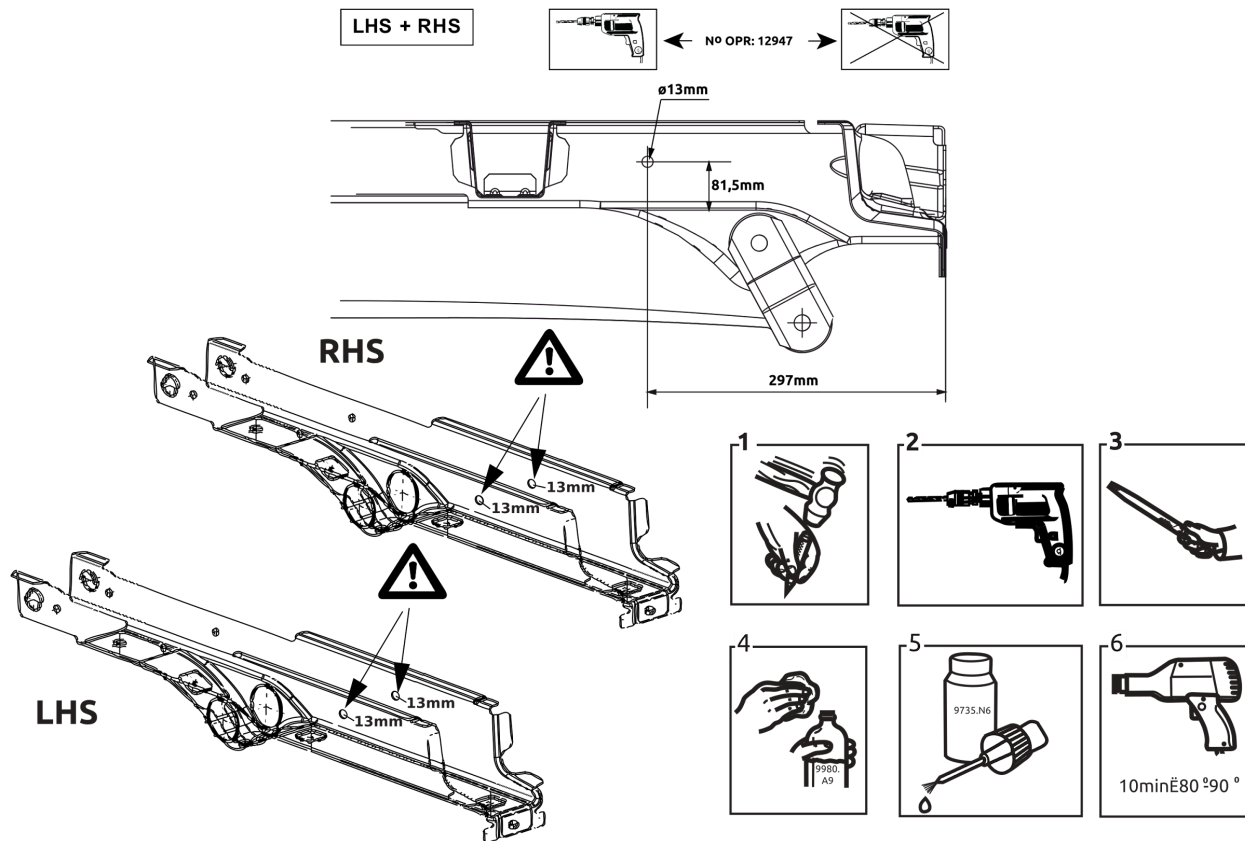

Fig. 3
7. L4 Vehicle: Просверлить отверстие диаметром 13 мм, как указано на рис. 3.